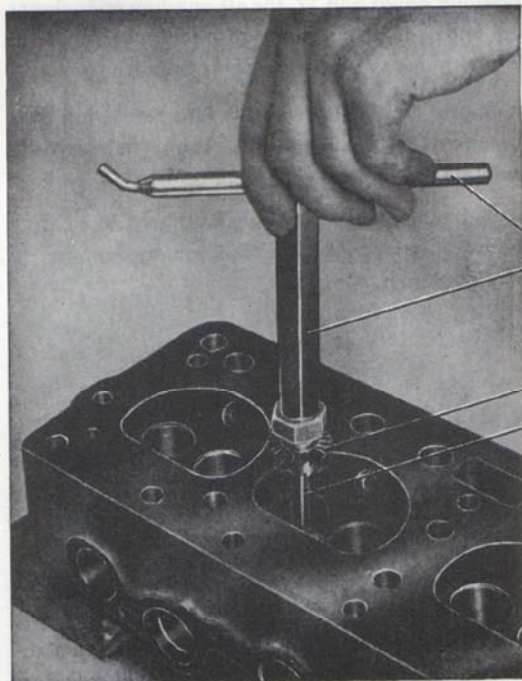

Bild 22. Fräsning av ventilsäten
2. Slipa ventil sätena. Använd en eldriven slipmaskin eller ev. handfräs, bild 22. Styrspindeln måste sättas fast noga före arbetet och utslitna styrningar vara bytta mot nya.